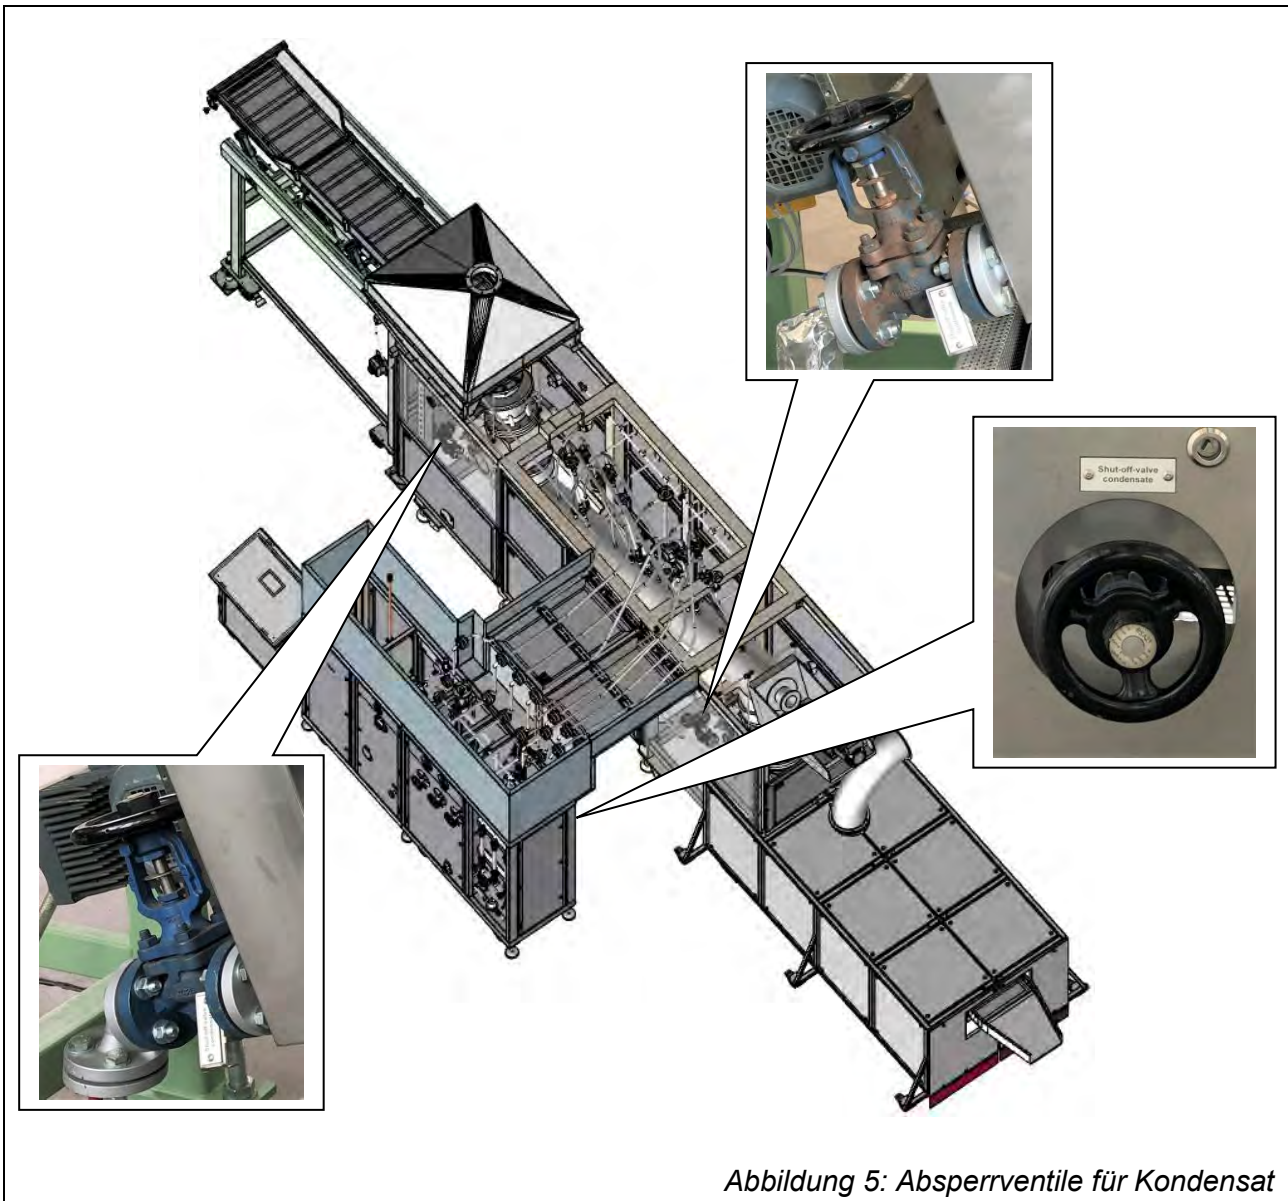

Abbildung 5: Absperrventile für Kondensat
- ⇒ Alle Absperrventile für Kondensat öffnen (siehe Abbildung 5).